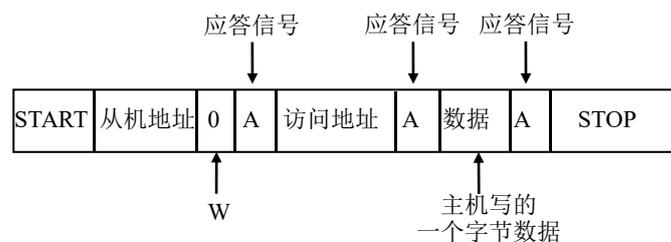

Figure 13-7 主机向从机写数据
如 Figure13-7 所示，主机要向从机写 1 个字节数据时，主机首先产生 START 信号，然后紧接着发送一个从机地址，这个地址共有 7 位，紧接着的第 8 位是数据方向位 (R/W)，0 表示主机发送数据 (写)，1 表示主机接收数据 (读)，这时候主机等待从机的应答信号 (A)，当主机收到应答信号时，发送要访问的地址，继续等待从机的应答信号，当主机收到应答信号时，发送 1 个字节的数据，继续等待从机的应答信号，当主机收到应答信号时，产生停止信号，结束传送过程。